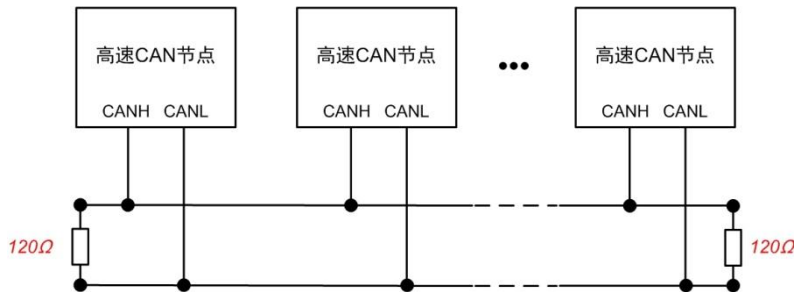

图 3.4 高速 CAN(FD)典型网络连接示意图
CAN(FD) 总线采用平衡传输。ISO11898-2 规定：在高速 CAN(FD)网络中，需要在网络终端节点处接入 120Ω终端电阻，用于消除总线上的信号反射，避免信号失真。高速 CAN(FD)网络拓扑如图 3.4 所示。